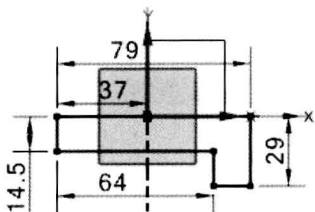

图 3.4.7 建立尺寸约束
③ 建立尺寸约束。单击“草图工具”工具条中的“自动判断的尺寸”按钮 , 标注图 3.4.7 所示的五个尺寸, 建立尺寸约束。